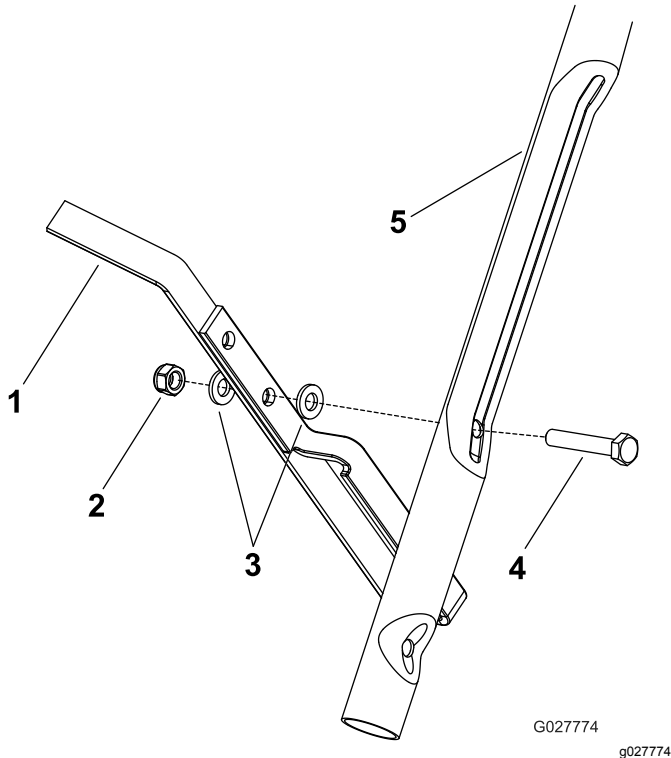

图6
用 1 个螺母和 2 个垫圈将脚刹固定到下手柄右侧的螺栓(图6)。
**注意** 使用脚刹内的下孔安装脚刹如图6所示。